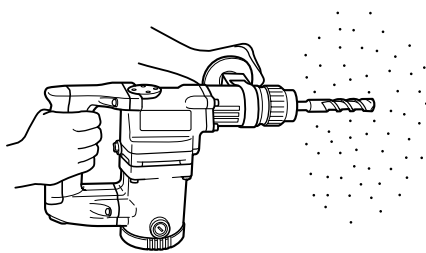

Fig. 6
- (1) Montar la broca
- (2) Presionar el interruptor de gatillo después de poner la punta de la broca en la posición para taladrar. (Fig. 6)
- (3) No es necesario presionar con fuerza la broca. Presionar ligeramente la broca de forma que el polvo producido al taladrar salga al exterior gradualmente.
- Cuando la broca toque una barra de hierro de construcción se detendrá inmediatamente y el martillo giratorio tenderá a girar. Por lo tanto, sujetar el mango lateral y sostenerlo firmemente como se ilustra en la Fig. 6.